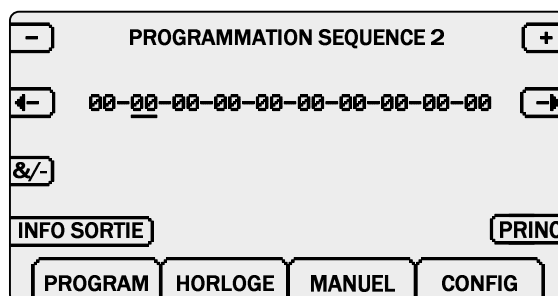

Figure 8: Écran SEQUENCE
- 2 Jusqu'à 10 séquences peuvent être programmées, chacune pouvant contenir un maximum de 10 sorties. Utiliser + et - pour choisir la séquence (Figure 8).
- 4 Dans la séquence, le symbole - indique que la sortie suivante sera actionnée seulement après que la sortie précédente aura complété son temps de marche. Le symbole & indique que les 2 sorties fonctionneront simultanément. Appuyer sur &/- (Figure 8) pour changer le symbole entre 2 sorties. *Note* : La pompe de l'unité hydraulique ne doit pas être ajoutée à la séquence. Cette pompe démarre automatiquement lorsque la sortie correspondante le demande (voir section 2, page 5).